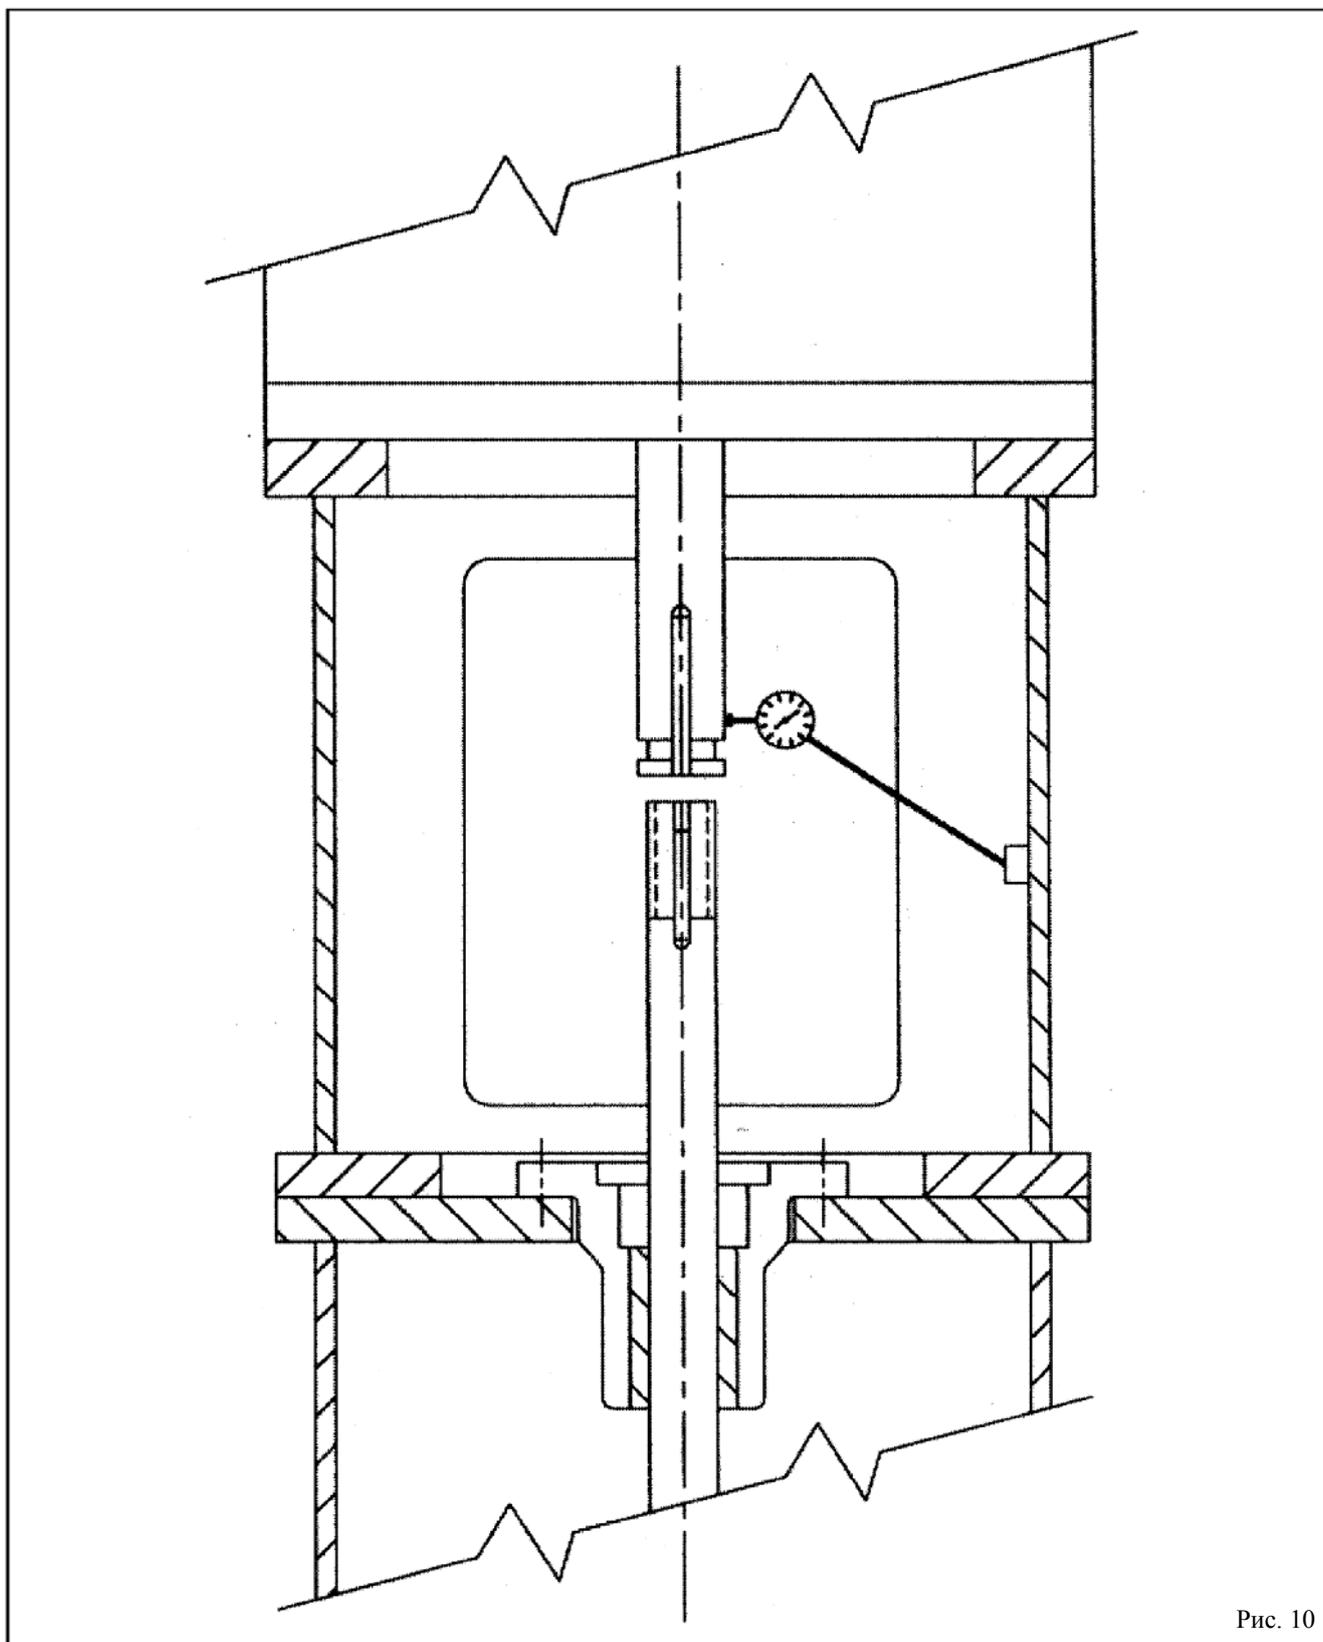

Рис. 10
- А. Соосность Ведущего вала. См. Рис. 10. Установите циферблатный индикатор как на опору привода. Поверните вручную ведущий вал для того, чтобы индикатор считал показатели. Показатель не должен превышать стандарт NEMA: 0.002" (0.05мм) максимальный Полный Радиальный Показатель (TIR). Если показатель превышает 0.002" (0.05 мм) TIR, ослабьте четыре анкерных болта привода и переустановите привод на отметке прибора. Затяните анкерные болты. Повторите считывание параметров.